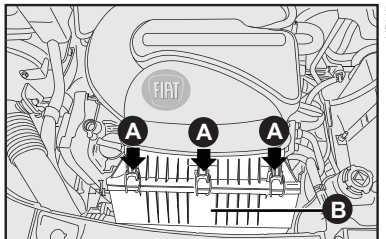

fig. 11
## RESERVATÓRIO DE GASOLINA PARA PARTIDA A FRIO - D-fig. 11 (para veículos equipados com motor flex)
### SUBSTITUIÇÃO - fig. 11, 12 e 13
- Soltar os grampos **A-fig. 11** e retirar a tampa **B-fig. 11** pelo lado esquerdo;